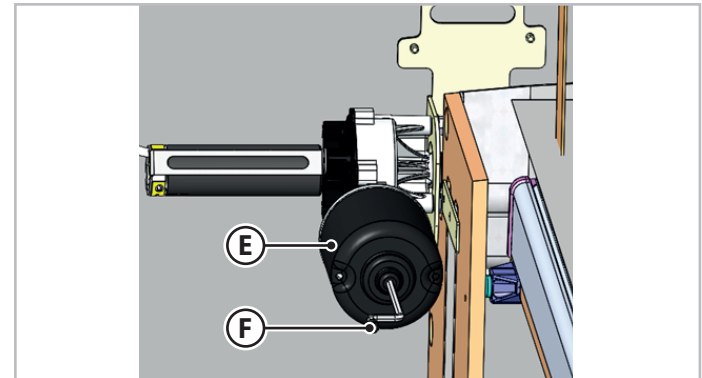

Fig.6.17 - Type B - elektrisk oplåsning af seng
2. I den nedre del af motoren (**E** - Fig.6.17) skal du indsætte unbrakonøglen (**F** - Fig.6.17) i det relevante sæde til manuel håndtering.